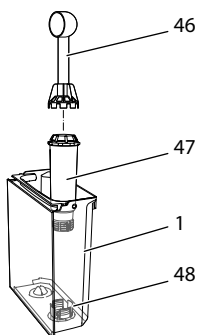

Fig. 25: Vissage/dévisage du filtre à eau
- Retirer le filtre à eau quand l'appareil y invite. (voir Fig.25, page 86).